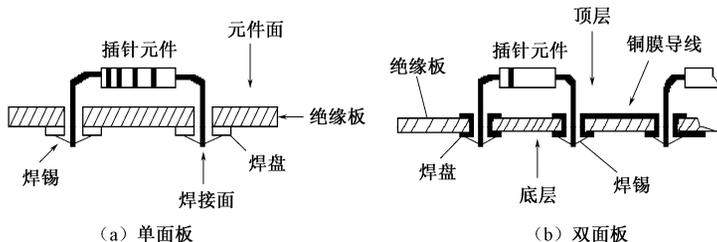

图 1-4 单面板与双面板结构剖面图
(2) 按布线层次可分为单面板、双面板和多层板三类。单面板：绝缘基底上仅一面具有导电图形的印制电路板。它通常采用层压纸板或玻璃布板加工制成。单面板的导电图形比较简单，大多采用丝网漏印法制成。只有性能要求不高的简单的电路或者早期的电路才使用这类板子。单面板结构如图 1-4 (a) 所示。
双面板：绝缘基底的两面都有导电图形的印制电路板。它通常采用环氧纸板或玻璃布板加工制成。由于两面都有导电图形，所以一般采用金属过孔使两面的导电图形连接起来。双面板一般采用丝印法或感光法制成。由于布线可在两面交错贯通，所以适用于比单面板更复杂的电路。双面板结构如图 1-4 (b) 所示。